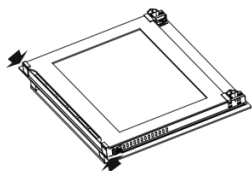

Imagen 4
- Abra completamente la puerta y presione hacia abajo los cierres de plástico situados a ambos lados de la puerta (imagen 4).